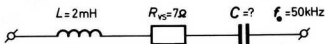

Bild 240
- Berechnen Sie für den Kreis nach Bild 240 die Kapazität, die Kreisgüte und die Bandbreite.